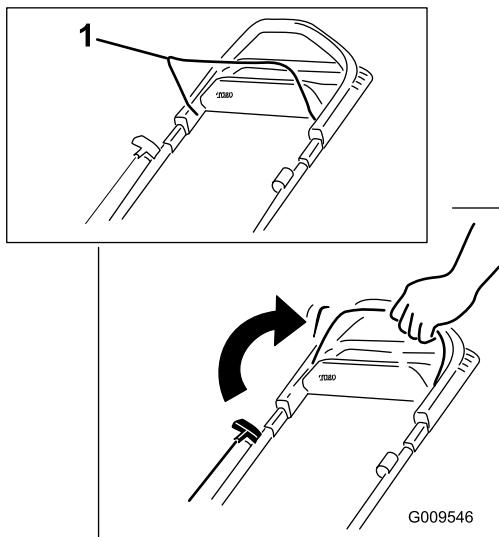

Figura 19
1. Sujete la barra de control de las cuchillas contra el manillar (Figura 19).